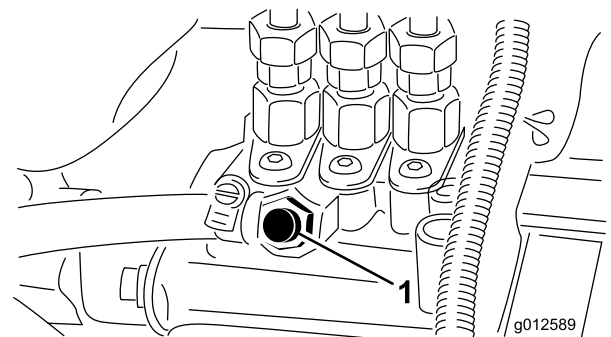

Bild 31
5. Öffnen Sie die Entlüftungsschraube an der Kraftstoffeinspritzpumpe (Bild 31).